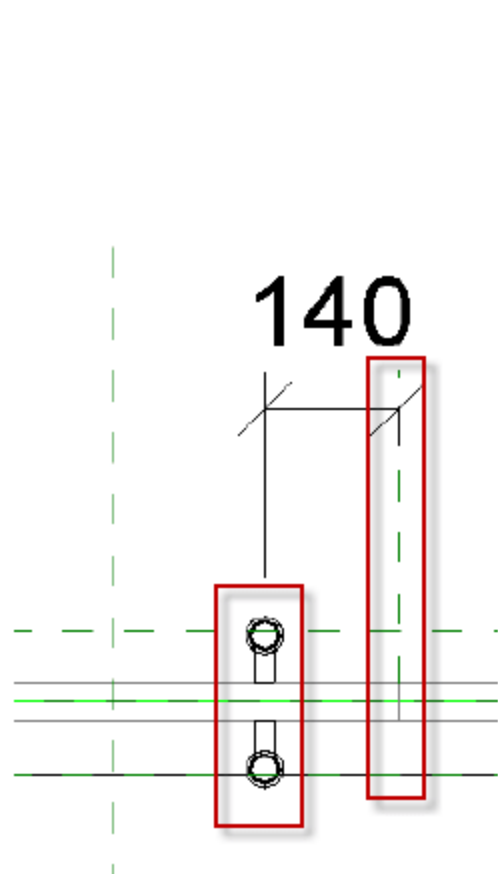
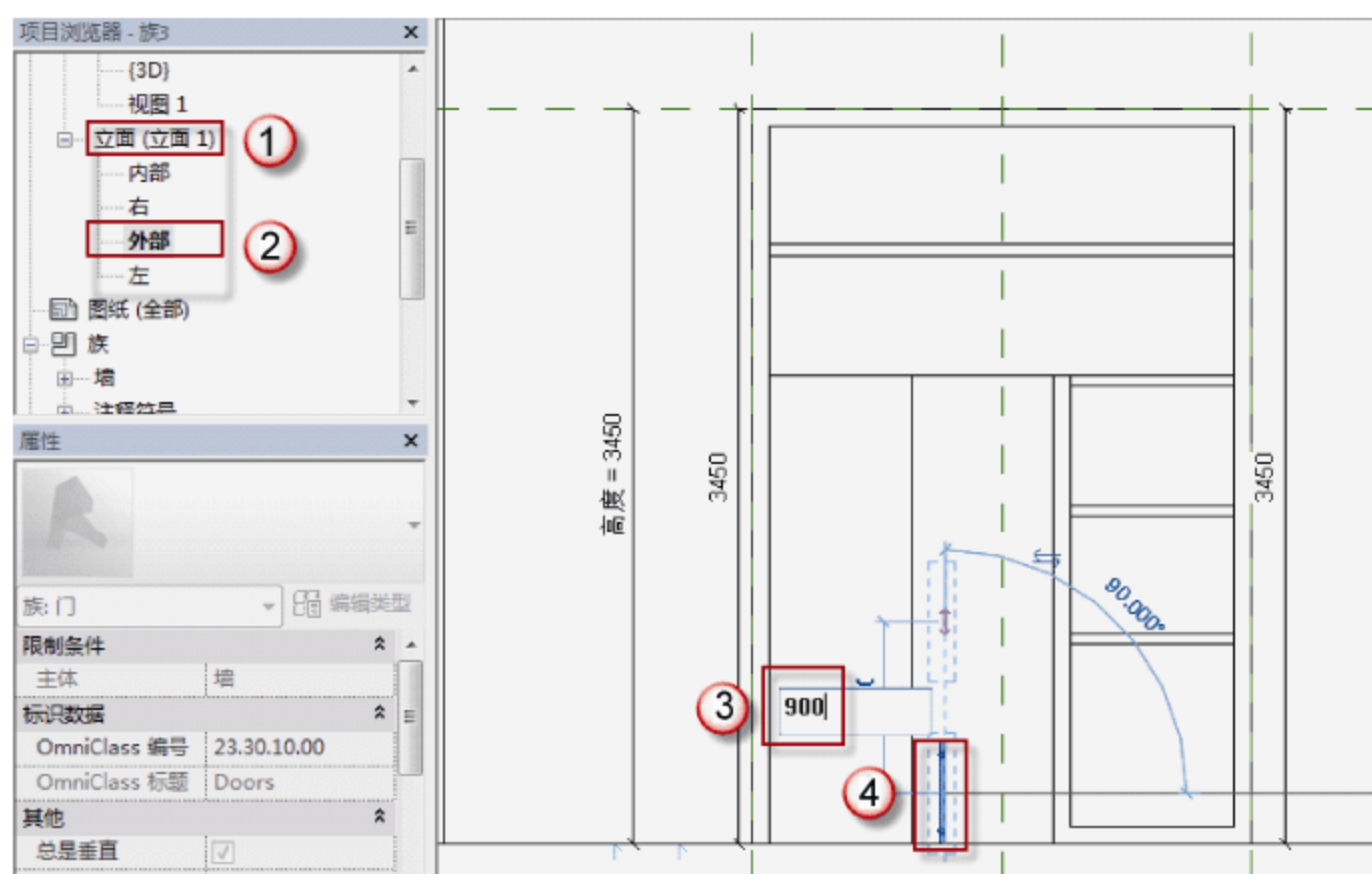

图 6.3.70 调整立式长拉手 7 水平位置
图 6.3.71 调整立式长拉手 7 竖直位置
(27) 调整门锁位置。按快捷键 R+P 在门中轴出绘制一条辅助线，并按快捷键 M+V 将“立式长拉手 7”族移动至距离该辅助线 140mm 处，如图 6.3.70 所示。选择“项目浏览器”中的“立面（立面 1）”→“外部”命令，进入门的外部立面视图。选择族“立式长拉手 7”，按快捷键 M+V，将其向上拖动并输入“900”，按 Enter 键确认，如图 6.3.71 所示。最后按两次快捷键 M，将“立式长拉手 7”族镜像复制到对称位置，对称轴选择门的中轴线。